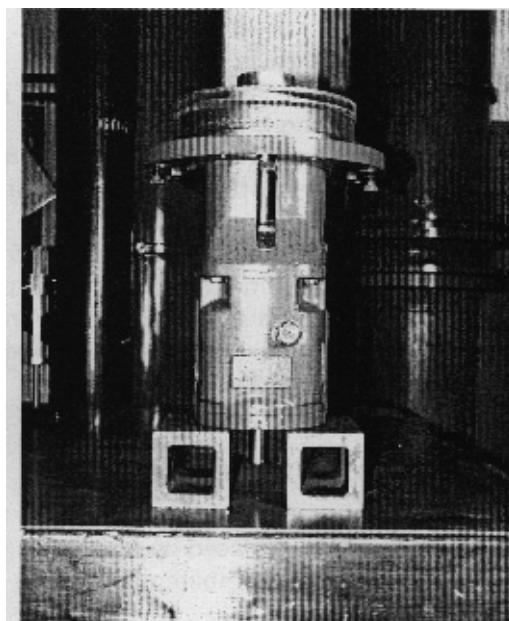

图 8.5
- 以下操作需将整个后拆式部件立起（将轴立起，见图 8.5）。注意防止部件倒下！